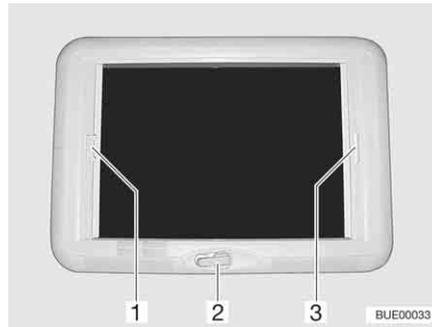

Fig. 71 Lanterneau à manivelle
- Tourner la manivelle (Fig. 71,2) jusqu'à ressentir une résistance (angle d'ouverture max. 70°).
- Tirer la poignée du dispositif occultant plissé (Fig. 71,3) et le relâcher lorsqu'il a atteint la position voulue. Le dispositif occultant plissé reste alors à cette position.
- Tirer sur la poignée (Fig. 71,1) de la moustiquaire jusqu'à toucher la poignée du dispositif occultant plissé (Fig. 71,3) située vis-à-vis et la faire s'enclencher.
- Appuyer sur la poignée de la moustiquaire (Fig. 71,1) vers l'arrière et le haut et décrocher la moustiquaire du dispositif occultant plissé (Fig. 71,3).